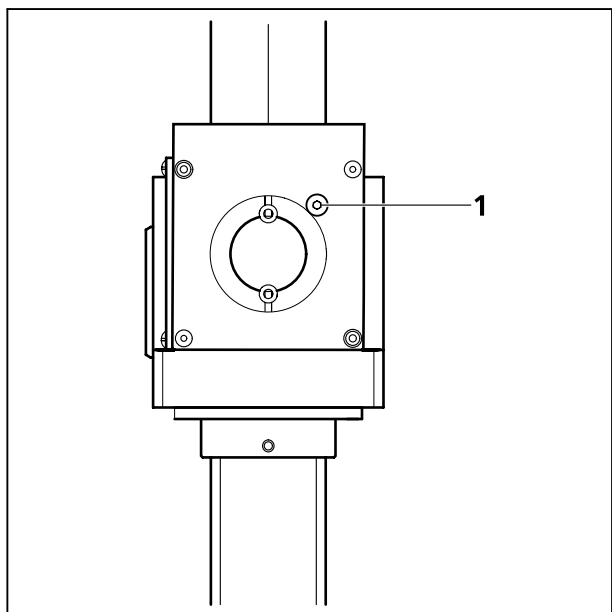

Fig. 1-22 Abertura del obturador en la cubierta del periscopio (1)
- Abra el obturador en la cubierta del periscopio con ayuda de una llave macho hexagonal (Fig. 1-22/1) e introduzca el tubo completamente. Así el obturador está mantenido abierto.